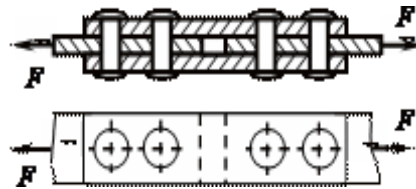

Рисунок 3
3. Рассчитать количество заклепок диаметром  $d = 4$  мм, необходимое для соединения двух листов двумя накладками (см. рис.3). Материалом для листов и заклепок служит дюралюминий, для которого  $R_{bs} = 110$  МПа,  $R_{bp} = 310$  МПа. Сила  $F = 35$  кН, коэффициент условий работы соединения  $\gamma_b = 0,9$ ; толщина листов и накладок  $t = 2$  мм.